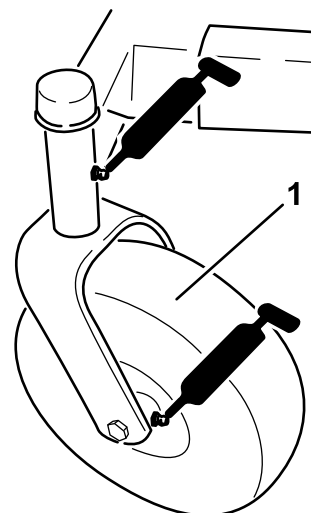
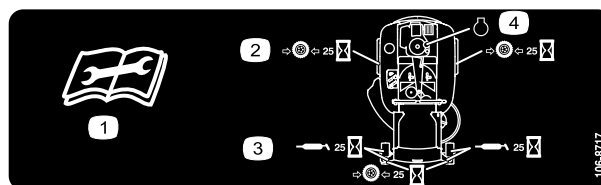

Figura 27
Figura 28
3. Pulite i raccordi d'ingrassaggio (Figura 27 e Figura 28) con un cencio, e togliete eventuali tracce di vernice davanti ai raccordi.
4. Collegate un ingrassatore a pressione a ciascun ingrassatore (Figura 27 e Figura 28). Pompate del grasso nel raccordo finché non inizia a fuoriuscire dai cuscinetti.